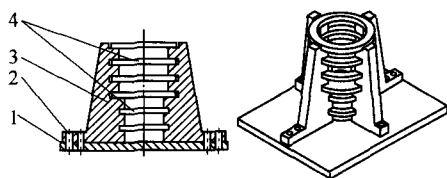

图 4
(2)改进后三拐曲轴结构件定位支撑套设计(见图4) ①采用新型结构件的定位支撑装置,将定位支撑套设计成与三拐曲轴轴颈匹配的变径直径,放置在支承座上,支承座通过高强度螺栓与底座固定,当被加工曲轴轴径发生变化时,只需要调